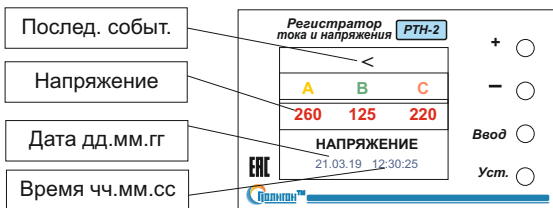

Рис.2
4.1.3. Для просмотра записанных событий необходимо нажать кнопку «Ввод», при этом на дисплее высветится запись последнего события аварийной ситуации по напряжению (рис.2) или по току (рис.3), причем значения напряжения и тока, не соответствующие заданным параметрам, мигают. Нажатием на кнопку “-” можно